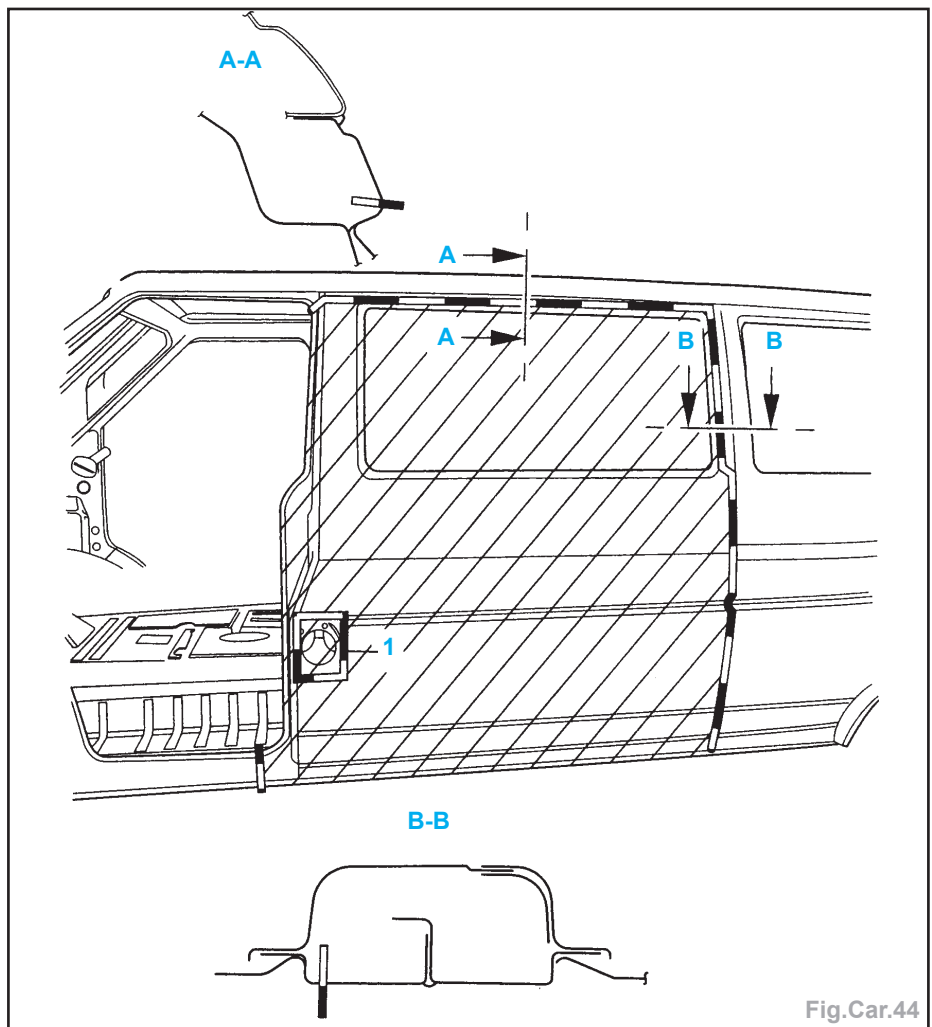

Fig.Car.44
- Tenir compte de la zone de découpe (1) de la goulotte de remplissage de carburant (Fig.Car.44).